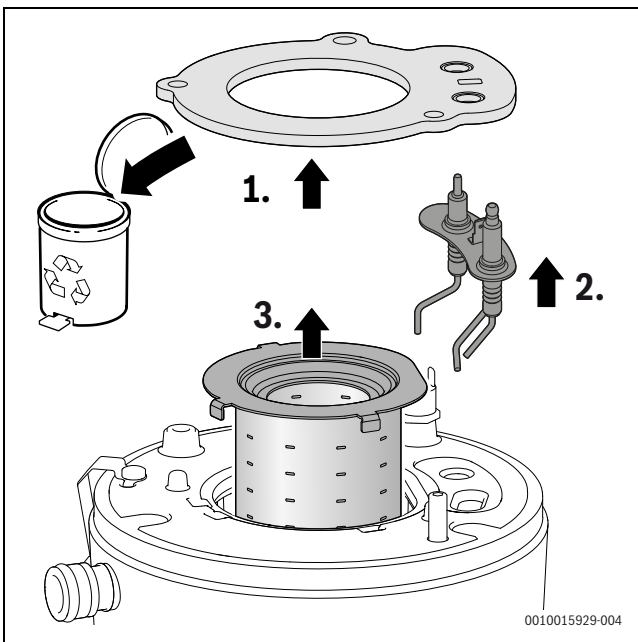

Bild 24 Brenner herausnehmen
- ▶ Dichtung abnehmen und entsorgen (→Bild 24, [1]).
- ▶ Elektroden-Set abnehmen (→ Bild 24, [2]).
- ▶ Brenner herausnehmen (→ Bild 24, [3]).